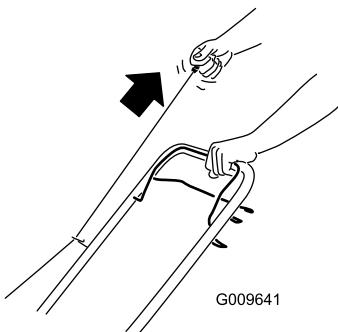

Рисунок 12
- Потяните рукоятку ручного стартера (Рисунок 12).
Примечание: Слегка потянните за ручку стартера без усилия до тех пор, пока не почувствуете сопротивление, после чего резко дерните ее (Рисунок 12). Дайте тросу медленно вернуться в ручку.